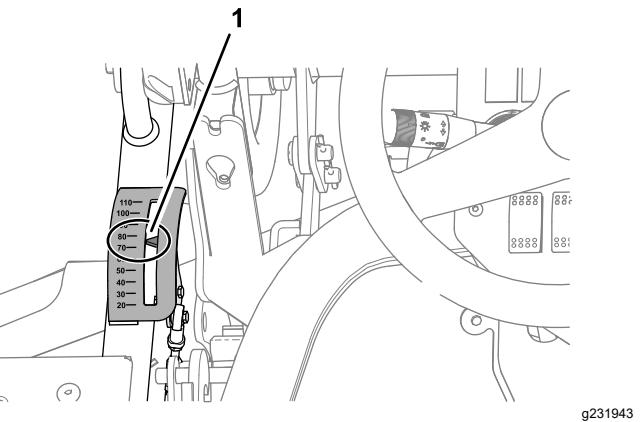

Figura 121
- Ajuste a altura de corte para a posição de 75 mm (Figura 121).